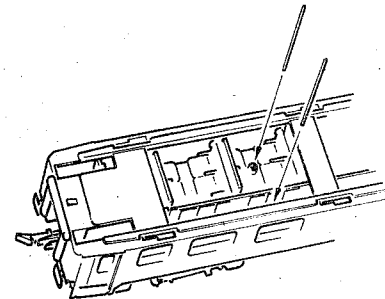

Fig. 2a
Bei Verwendung der Radsätze 40191 (beidseitig isoliert) werden 4 Kontaktstifte montiert (Fig. 2a); flackerfreie 8-Punkt-Stromabnahme (Fig. 2b).
When using the special wheelsets 40191 (both sides isolated) all 4 contact pins (see fig. 2a) should be inserted: for the flickerfree 8 points current pick up (see fig. 2b).
On installe tous les 4 fiches de contact (voir fig. 2a) pour avoir un éclairage continu de la voiture à **8 points de contact** sur les bogies (en utilisant les essieux ref. 40191).